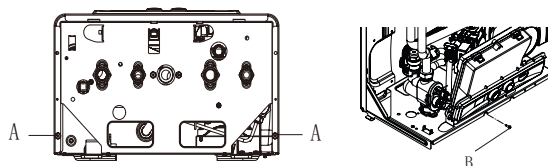

图5
5. 电气连接 (图5-图7)
- 松开面板固定螺丝(B)(图5);